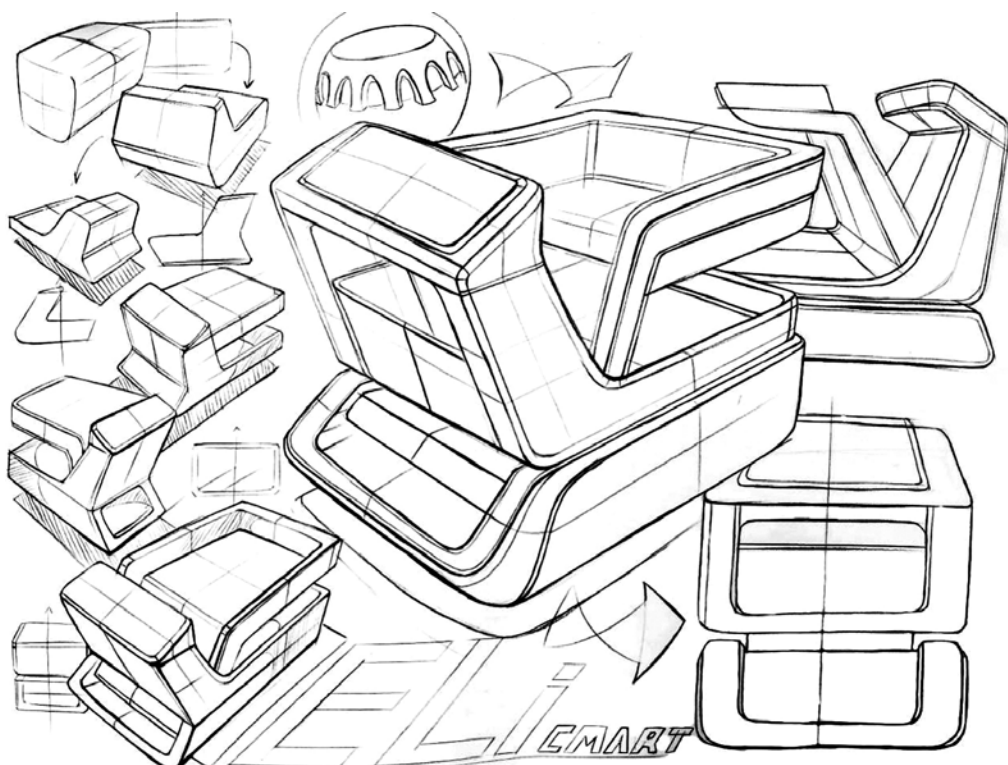
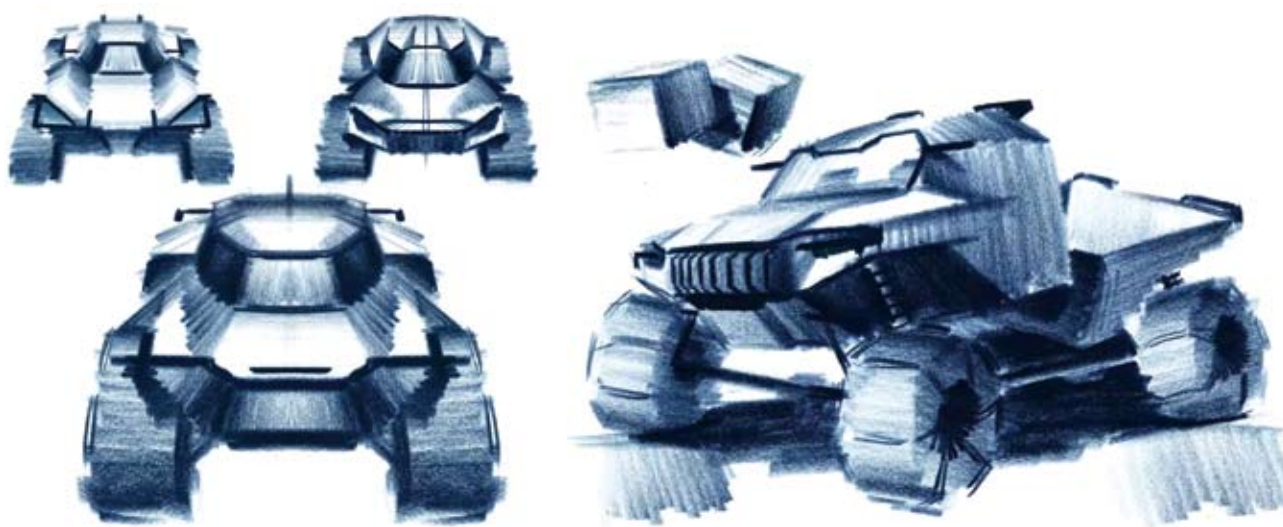

图 0-21 形体的练习
图 0-22 由简单形体转变而成的产品手绘图
(5) 由简到繁。无论多复杂的形体,也是由各种简单形体组合而成的。初学者要循序渐进,不要想着一开始就画出大师级别的作品来。刚开始的时候,可以多练习画一些简单的形体,例如正方形、矩形、椭圆形和三角形等。(图 0-21 和图 0-22)